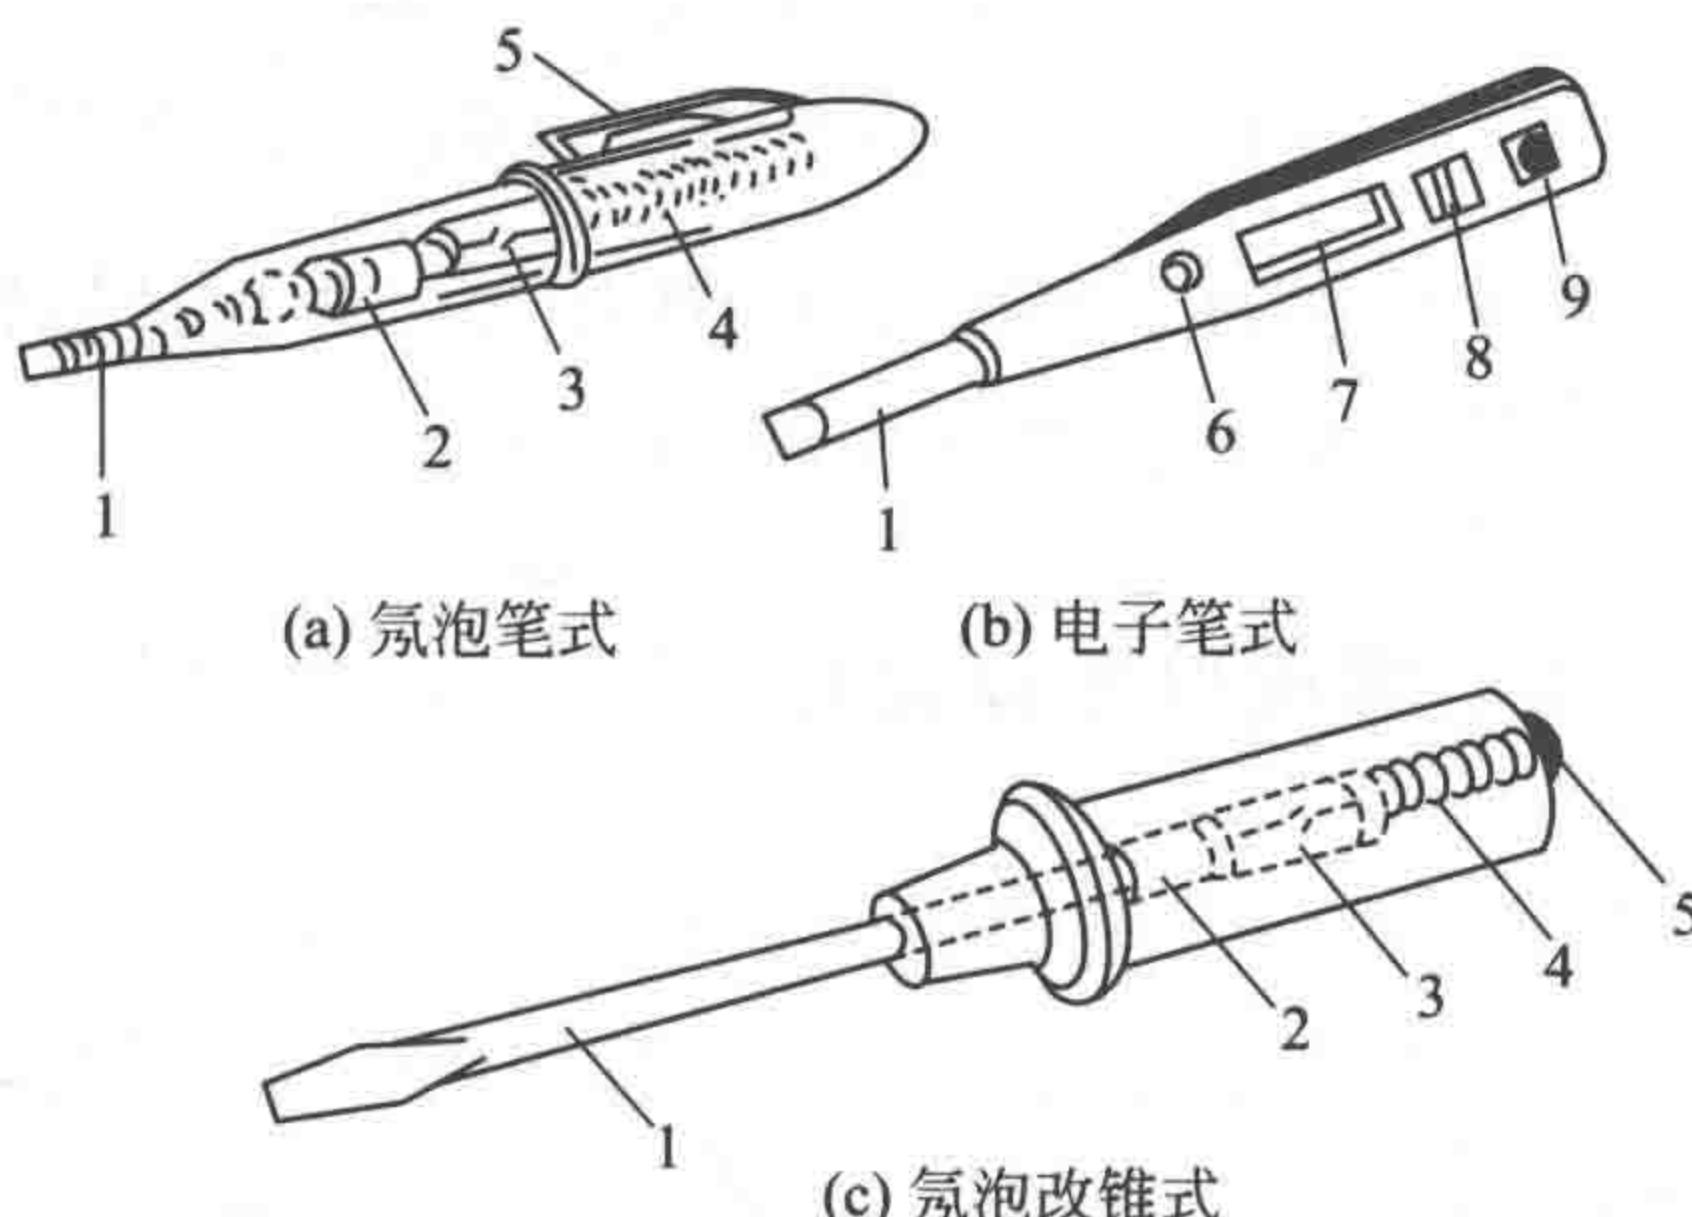

图 1-1 常用低压验电器
(1) 验电器
① 低压验电器 低压验电器简称电笔，有氖泡笔式、氖泡改锥式和感应（电子）笔式等，其外形如图 1-1 所示。